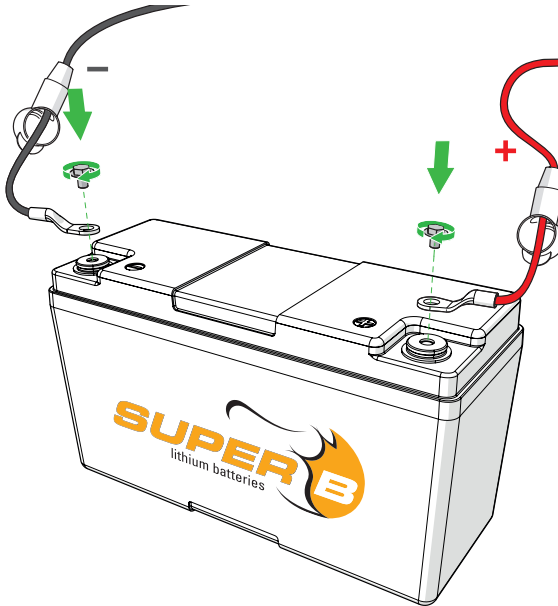

Abbildung 4. Anschluss der Stromkabel an die Batterie.
1. Schließen Sie die Last oder das Ladegerät an die X2 (+)-Anschlussklemmen der Batterie an (Abbildung 4).
(Abbildung 4).